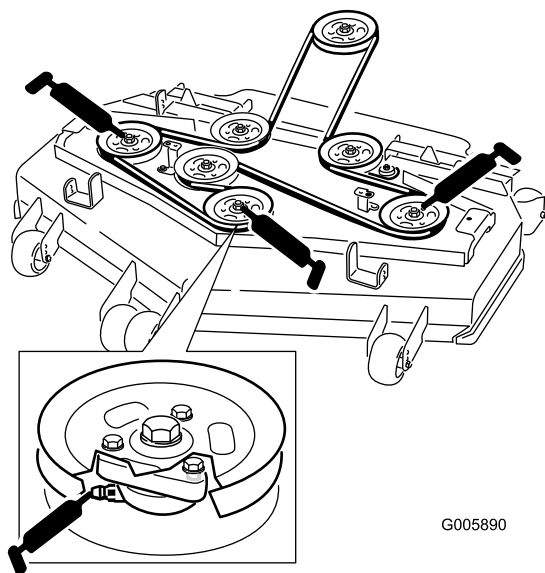

Bild 25
4. Schmieren Sie die drei Spindellager unter den Riemenscheiben ein, bis das Schmiermittel aus den unteren Dichtungen austritt (Bild 25).
5. Fetten Sie die Nippel an den Schubarmen ein (Bild 25).